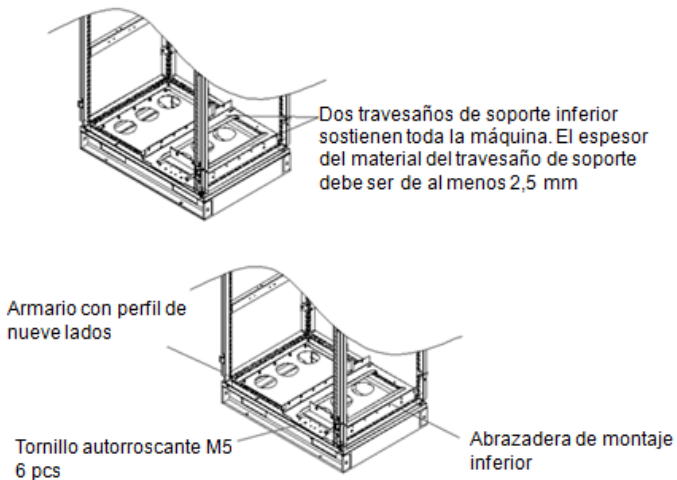

Figura 4-13 Montaje del soporte inferior
2	Fije los travesaños de soporte inferior y el soporte de montaje en el armario. (Consulte Figura 4-13.)
2. Fije los travesaños de soporte inferior y el soporte de montaje. (Consulte Figura 4-13.)